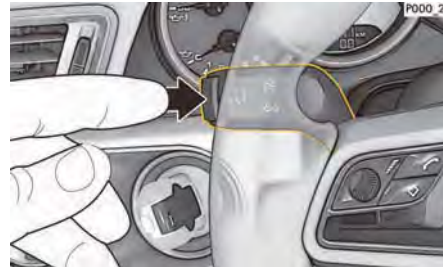

図197: 操作レバーのボイス・コントロール・ボタン
1. 操作レバーの **Q** を押してください (図197)。起動音が鳴り、ボイス・コントロールのアイコン **Q** がPCMに表示されます。
- ▶ 操作レバーの **Q** を押してください (図197)。終了音が鳴ります。
操作レバーの **Q** (図197) ボタンは、アプリケーションに応じて様々な機能を開始することができます。